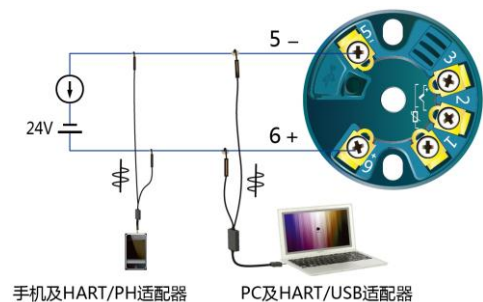

图 2 安全环境 HART 设置
- 组态操作时, HART 信号通过适配器的勾型探头, 叠加在 MT182 的输出和电源环路上 (5, 6 接线端子或引出线), HART 信号与环路输出负载大小无关, 可以是最大负载, 也可以是 0Ω。如图 2。